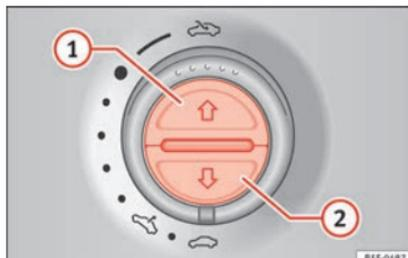

Fig. 98 En el revestimiento interior del techo: teclas de la cortinilla parasol.
Abrir completamente (función automática)	Pulse la tecla » fig. 98 1 brevemente.
- *Cortinilla parasol:* Durante los 5 segundos siguientes tras dispararse la función antiaprisionamiento, pulse la tecla » » » **fig. 98**  hasta que la cortinilla quede completamente cerrada.